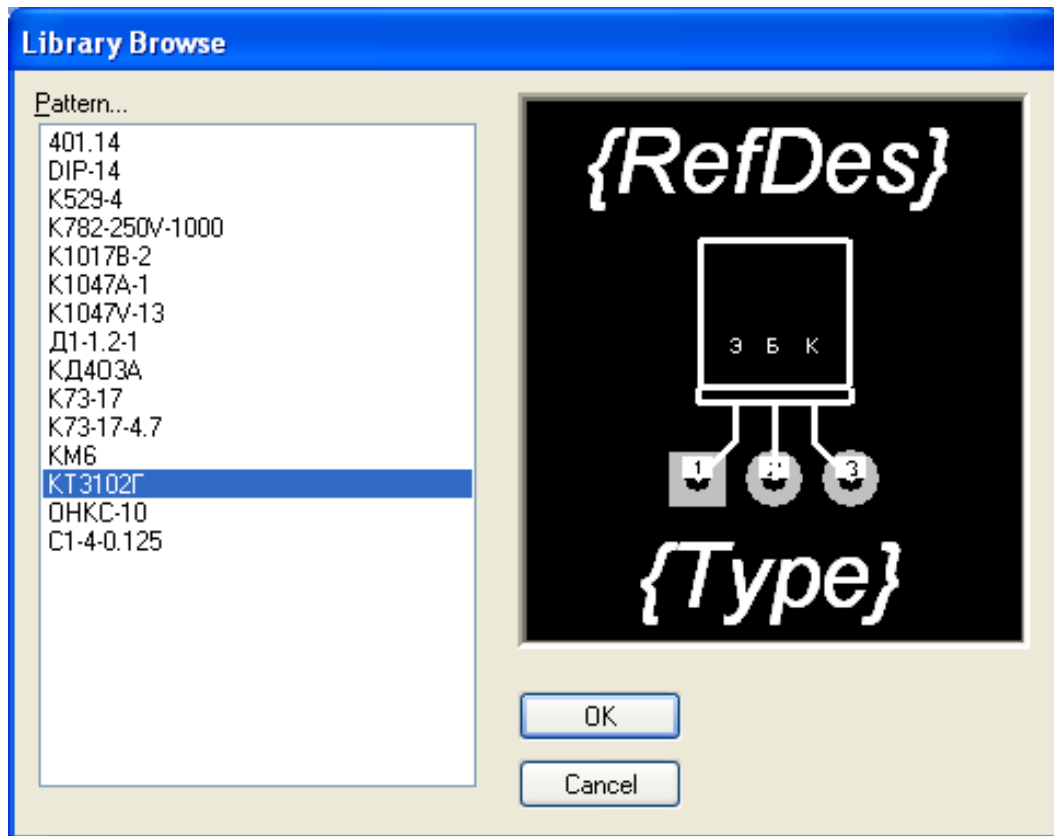

Рисунок 3.16 - Выбор ПМ транзистора «КТ3102Г»
- В открывшемся диалоговом окне **Component Information** нажать кнопку **Select Pattern** и в открывшемся окне **Library Browse** выбрать посадочное место транзистора. В списке имеющихся посадочных мест надо выделить «**КТ3102Г**» (рис. 3.16) и нажать кнопку **OK**.